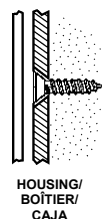

Figure 2: Mounting Screw Position/ Figure 2: Posición de la vis de montage/ Figura 2: Posición Tornillo de Montaje
- Mount the back cover using two screws and replace the PCB. Use ISO 7050 (ST3.5 x 22) or similar countersunk screws so that the screw head will not touch the PCB – see Figure 2.
7. Montez le couvercle arrière de l'émetteur sur le mur en utilisant deux vis. Employez l'ISO 7050 (ST3.5 x 22) ou similairement noyez la vis, afin que la tête de la vis ne touche pas le PCB – voir Figure 2.